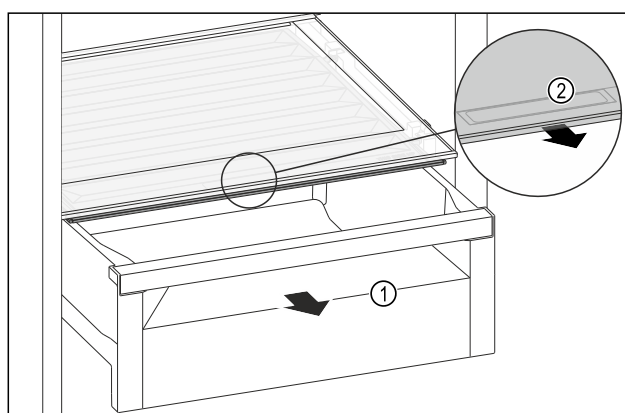

Fig. 139
- ▶ Zásuvku Fig. 139 (1) vytáhněte.
- ▶ Uchopte prohlubeň pro rukojeť Fig. 139 (2) na víku zásuvky a současně zatáhněte za víko zásuvky směrem dopředu.